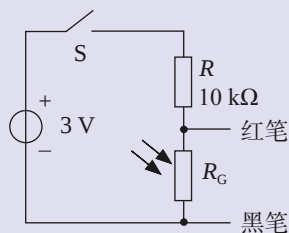

图 2-7 测量光敏电阻阻值电路原理图及实物图
(1) 按图2-7所示连接电路。
(2) 断开开关，在不同的光照条件下，用多用电表测量光敏电阻的阻值，记录在下表中。